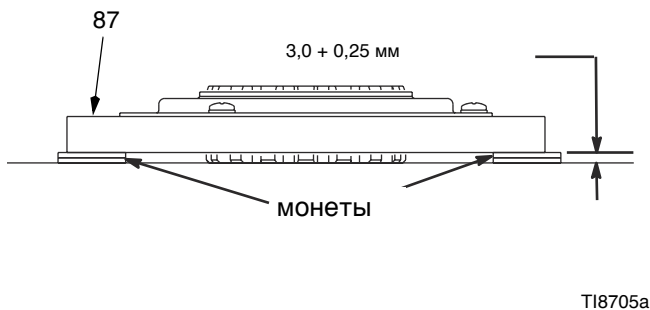

Рис. 8
1. Рис. 8. Разместите две стопки из двух мелких монет на ровной поверхности верстака.
2. Поместите якорь (87) на две стопки монет.